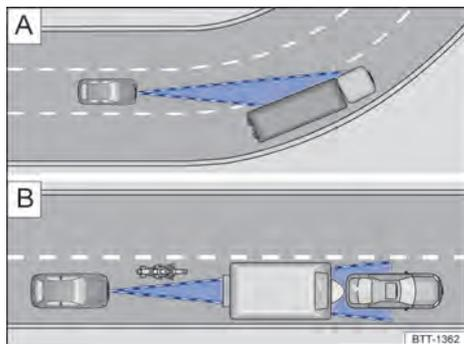

Fig. 143 [A] Tramo en curva. [B] Vehículos fuera del radio de acción del sensor de radar.
El sensor de radar mide siempre en línea recta. Por ello, en las curvas pronunciadas puede que detecte vehículos erróneamente o que no detecte vehículos que circulen por delante → fig. 143 [A].
- En caso de vehículos que circulen fuera de la zona del sensor a poca distancia de su vehículo, p. ej., motocicletas → fig. 143 [B].